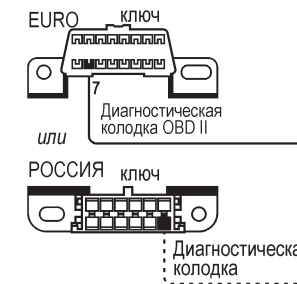

Рис.1. Схема подключения К-линии
- Вставьте разъем кабеля в гнездо диагностического разъема, расположенного на автомобиле (при использовании переходника для подключения питания и диагностической линии подключите переходник к тестеру, подключите провод К-линии к диагностическому разъему согласно рис.1, вставьте провод питания в разъем прикуривателя автомобиля).